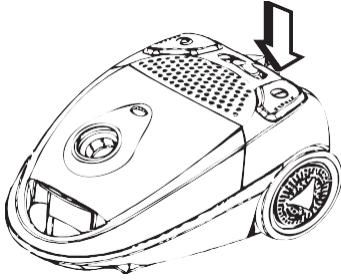

Figure 6
6. Branchez la fiche sur la prise et appuyez sur le bouton marche/arrêt. Pour éteindre l'appareil, appuyez à nouveau sur l'interrupteur marche/arrêt, voir la figure 6.